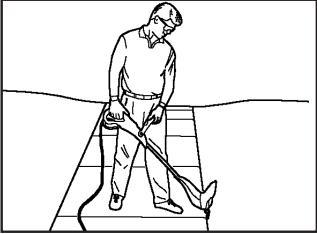

Fig. 4-2D
6. **OPERATING AS AN EDGER** (Fig. 4-2D) . With the unit configured as an edger, hold it so the motor is to your left side so that debris is thrown to the rear. Always use eye protection.
6. **UTILISATION EN TANT QUE TAILLE-BORDURE** (Fig. 4-2D) . L'appareil étant réglé en tant que taille-bordure, le maintenir de façon que le moteur soit à gauche pour que les débris soient projetés vers l'arrière. Toujours porter des lunettes de sécurité.
6. **OPERACIÓN COMO ORILLADOR** (Fig. 4-2D) . Con la unidad configurada como orillador, sujétela con el motor a la izquierda, de tal forma que las partículas sean lanzadas hacia atrás. Siempre utilice protector para los ojos.